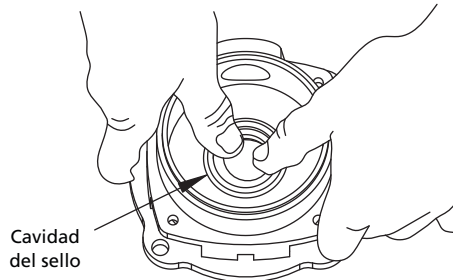

Figura 14 - Presione y encaje el sello
5. Con la presión del pulgar, presione el sello de cerámica con una profundidad y un encuadre mediano contra la cavidad del sello. Asegúrese de que la cara pulida del sello de cerámica quede hacia arriba. Si el sello no encajará correctamente, quítelo, poniendo el sello boca arriba en el banco. Vuelva a limpiar la cavidad. Sello ahora debe asentarse correctamente (Ver figura 14).